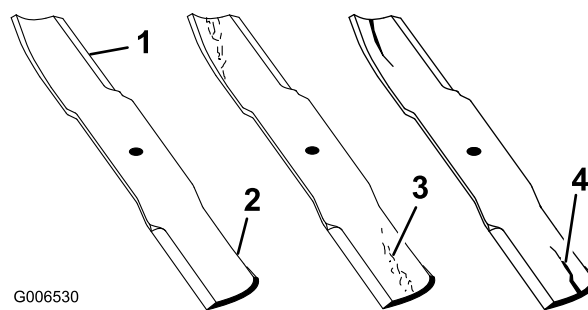

Figura 51
1. Controllate i taglienti (Figura 51). Se i taglienti non sono affilati o mostrano delle tacche, togliete le lame e affilatele. Vedere Affilatura delle lame.
2. Controllate le lame, in particolare l'area curva (Figura 51). In caso di incrinature, usura o scanalature nell'area (voce 3 in Figura 51) montate immediatamente una nuova lama.